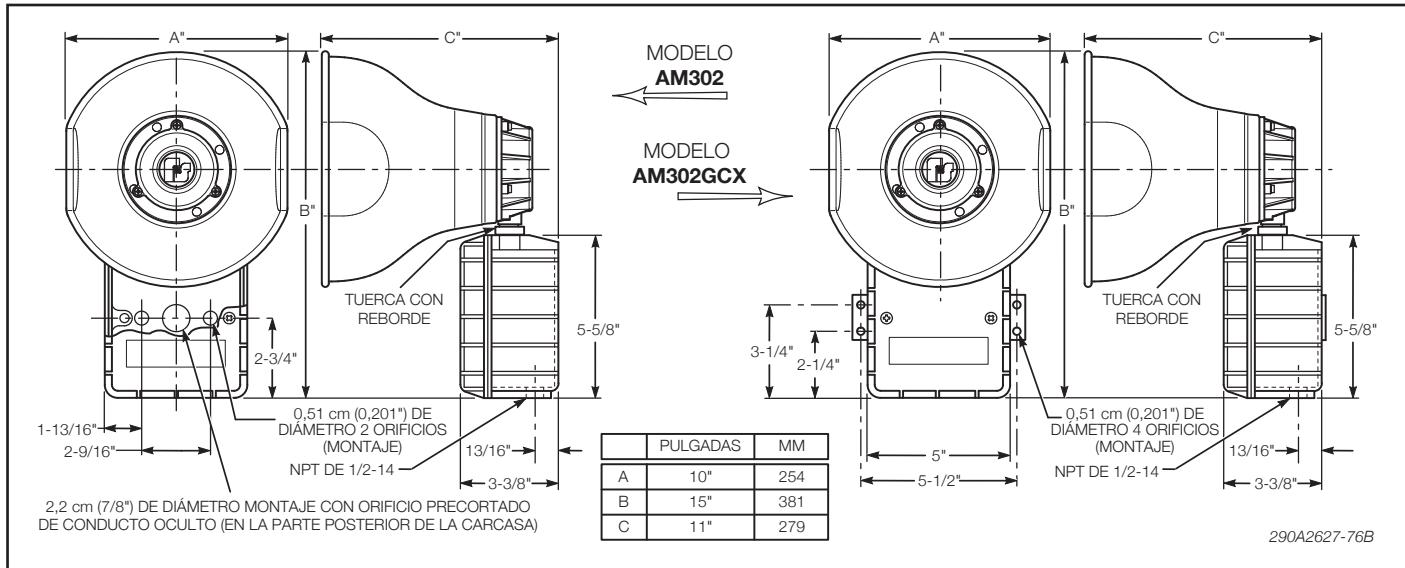

Figura 1. Dimensiones del altavoz Modelos AM302 y AM302GCX.
#### B. Disposición de montaje (vea la figura 1).
- Usando los orificios de montaje (dos (2) dentro de la carcasa del Modelo AM302 o cuatro (4) en el soporte de montaje externo del AM302GCX) como plantilla, dibuje marcas de posición de perforación en la superficie de montaje. Vea la figura 1 para conocer las ubicaciones y dimensiones de los orificios de montaje.
- Reubique el proyector del altavoz de ser necesario para obtener la cobertura deseada de sonido. Afloje la tuerca con reborde (vea la figura 1) y mueva el proyector a la posición deseada.
- Usando los dos (2) orificios de montaje como plantilla, dibuje la posición de perforación en la superficie de montaje. Vea la figura 1 para conocer las ubicaciones y dimensiones de los orificios de montaje.